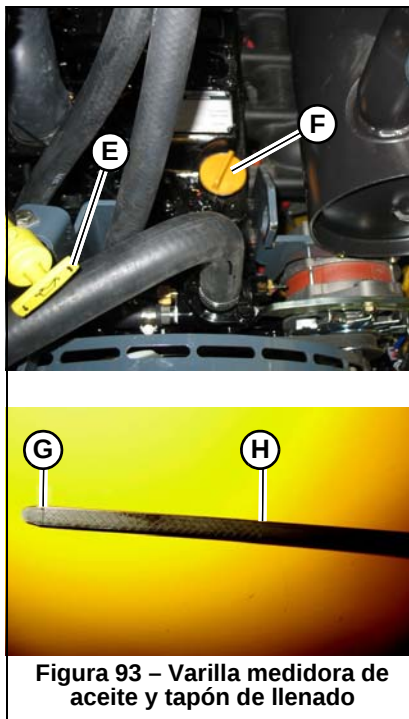

Figura 93 – Varilla medidora de aceite y tapón de llenado
5. Gire la varilla medidora de aceite del motor (E, Figura 93) hacia la izquierda hasta extraerla. Quite la varilla medidora del motor.
7. Vuelva a extraer la varilla medidora. El nivel de aceite debe estar entre las marcas «Add» (añadir) (G) y «Full» (lleno) (H).
- a. Limpie el área que hay alrededor de la tapa de llenado de aceite (F) con un paño limpio.
- b. Retire la tapa de llenado (F).
- d. Vuelva a colocar la tapa de llenado y apriétela (F).
10. Limpie el área que hay alrededor de la tapa de llenado de aceite (E, Figura 93). Retire la tapa de llenado de aceite (E) y añada el tipo y cantidad recomendados de aceite. Consulte «Lubricantes/capacidad de fluidos» en la página 195. Vuelva a colocar la tapa de llenado de aceite (E), y apriétela después de añadir el aceite.
12. Compruebe el nivel de aceite. Añada aceite según sea necesario hasta que el nivel de aceite llegue a la marca «Full» (lleno) (H, Figura 93) en la varilla medidora.